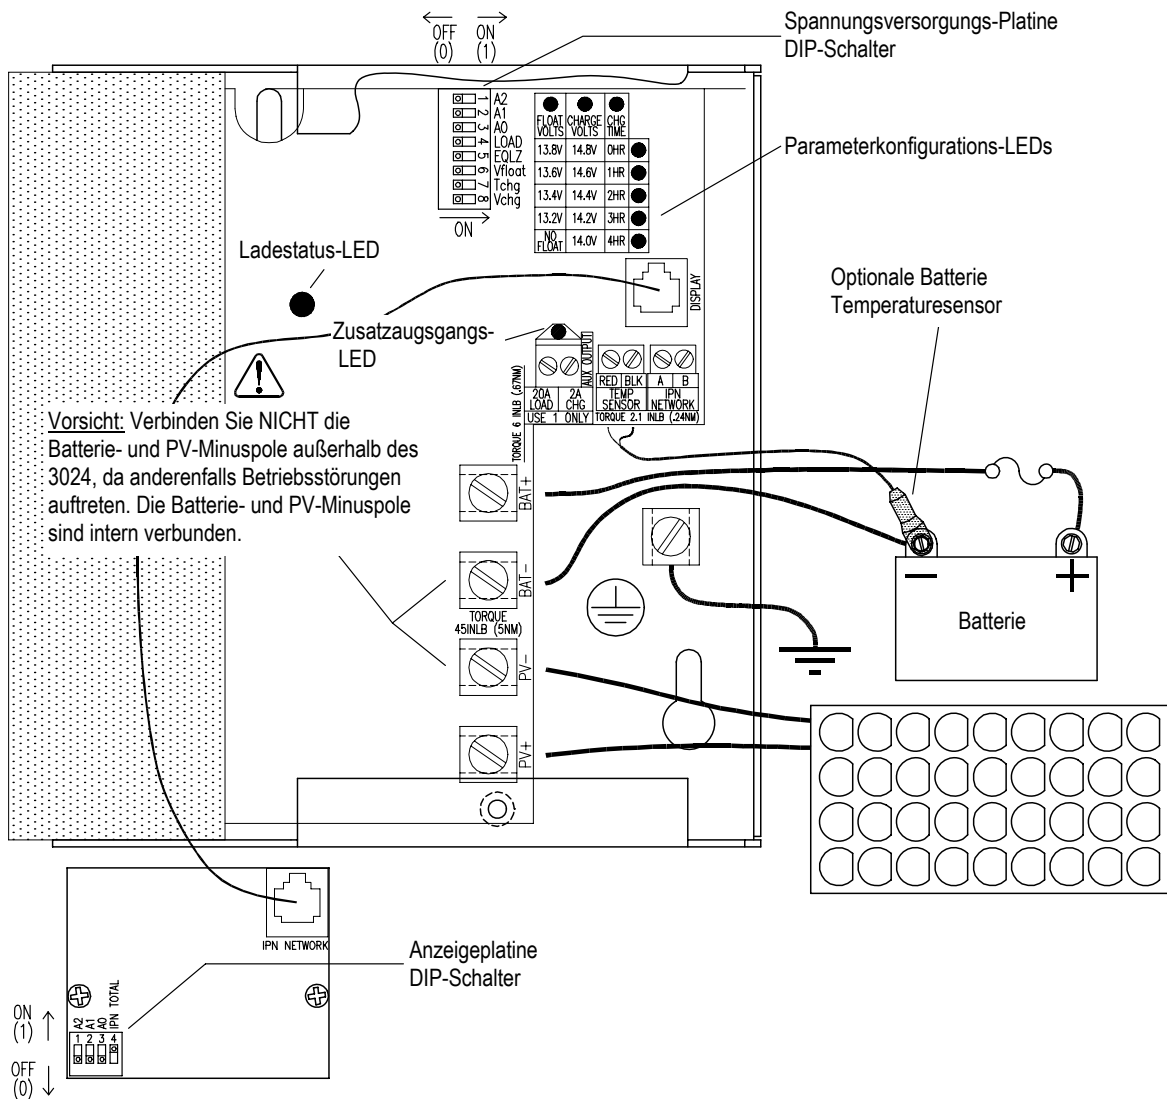

ABBILDUNG 3
- Die Konfigurationsparameter lassen sich in zwei Kategorien unterteilen, nämlich grundlegende und fortgeschrittene Parameter. Die grundlegenden Parameter können mittels des 3024 in begrenzten Schritten und Bereichen wie in Abbildung 3 dargestellt konfiguriert werden. Der Zugriff auf die fortgeschrittenen Parameter erfordert das IPN-ProRemote. Das IPN-ProRemote ermöglicht außerdem die Konfiguration der grundlegenden Einstellungen in kleineren Schritten und über größere Bereiche. Alle Konfigurationsparameter bleiben erhalten bei Spannungsausfall oder wenn das IPN-ProRemote lediglich zur Konfiguration benutzt und danach entfernt wird.
2. Schalten Sie **ALLE** 8 DIP-Schalter der Spannungsversorgungsplatine in Abbildung 3 auf **ON** (EIN).
Die Sollwerte für Grundladespannung, Pufferladespannung und Ladezeit können angezeigt oder mittels der Parameterkonfigurations-LEDs und DIP-Schalter in Abbildung 3 geändert werden. Bedienen Sie dabei jeweils nur einen Schalter. Setzen Sie den DIP-Schalter kurzzeitig auf ON (EIN), um die derzeitige Einstellung anzuzeigen (Nr. 8: V_{CHG}, Nr. 6: V_{FLOT}, Nr. 7: T_{CHG}). Die Spannungssollwerte für 24 V-Batterien sind doppelt so hoch.
Der Zusatzausgang kann für die folgenden drei Funktionen verwendet werden: als 2 A-Zusatzbatterie-Ladegerät, als 20 A-Lastregler mit Lasttrennung bei Unterspannung (LVD) oder als variabler 20 A-Nachtbeleuchtungs-Regler. Die Lade-/Lastfunktion wird mittels DIP-Schalter Nr. 4 in Abbildung 3 gewählt. Das IPN-ProRemote ist erforderlich, um die LVD-Schwellwerte einzustellen oder die Nachtbeleuchtungs-Regelung zu aktivieren. Die Zusatzausgänge in einem System mit mehreren Reglern funktionieren normal, aber lediglich der Zusatzausgang im Master kann mit Hilfe des IPN-ProRemote konfiguriert oder überwacht werden. Die LED des Zusatzausgangs "Load" (Last) leuchtet, wenn der Zusatzausgang im Betriebszustand ON (EIN) ist.